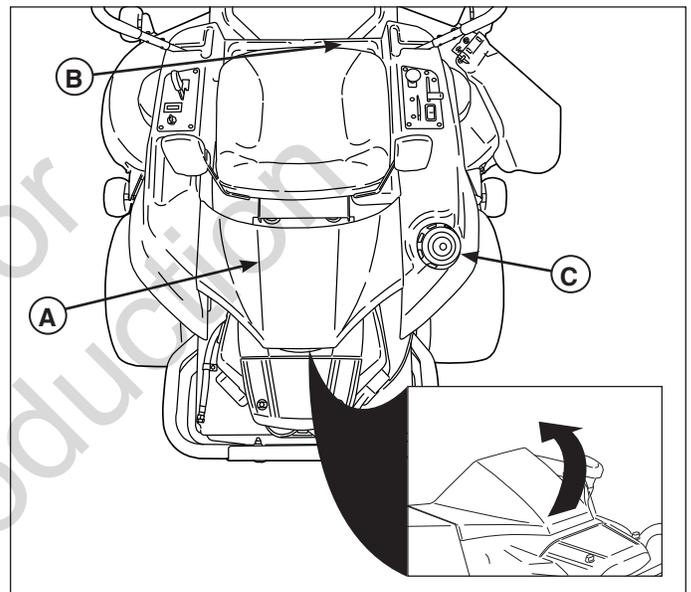

Figura 1. Verificaciones prearranque
- Constate que el cigüeñal esté lleno hasta la marca de lleno en la varilla medidora de aceite de motor (**A**, Figura 1 - ubicada debajo de la tapa del motor). Consulte el Manual del Operador del motor para instrucciones y recomendaciones sobre el aceite.